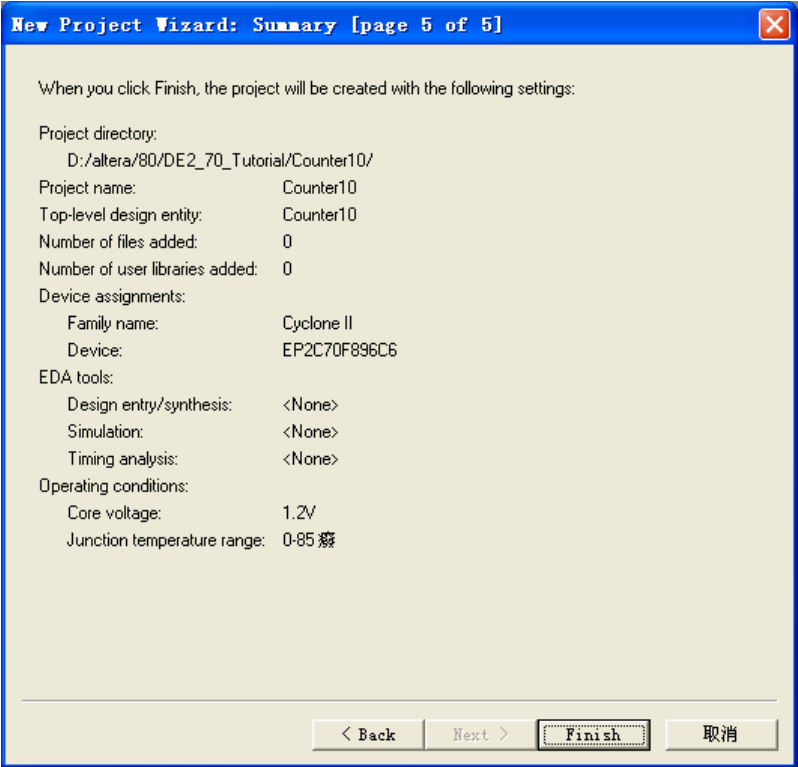

图 3-8 新建工程总结
7. 查看新建工程总结。在基本设计完成后，Quartus II 会自动生成一个总结让用户核对之前的设计，如图 3-8 所示，确认后点击 **Finish** 完成新建。